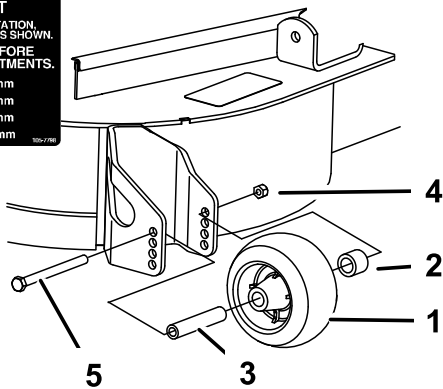

Figura 30
3. Ajuste los rodillos protectores del césped según se muestra en Figura 28, Figura 29 y Figura 30.